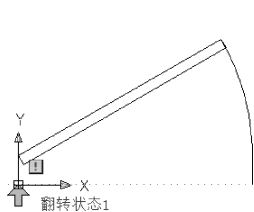

图 6-26 添加“翻转”参数
- 4) 在“块编写”选项板中单击“参数”选项卡→“翻转”按钮 ，然后根据提示依次选取“平面窗”图块的左下角点和右下角点，指定投影线的基点和端点，为图块添加翻转参数“翻转状态 1”，如图 6-26 所示。